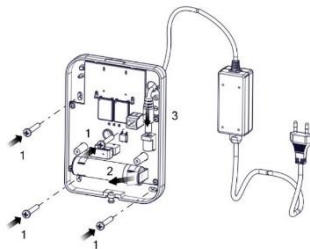

Figure 2
2. Percez des trous pour les vis de fixation et pour l'insertion des fils d'alimentation, puis montez le répéteur au mur (voir Figure 2).
3. Retirez la protection de batterie, puis connectez une source d'alimentation de 10 à 16 volts CA ou CC aux bornes AC/DC (voir Figure 2).